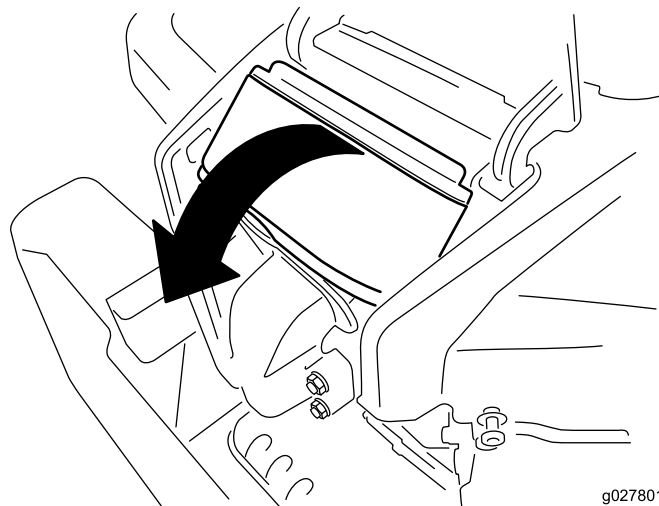

Figura 44
4. Sollevate il coperchio e ruotate il gruppo del filtro dell'aria per estrarlo dal motore (Figura 44).